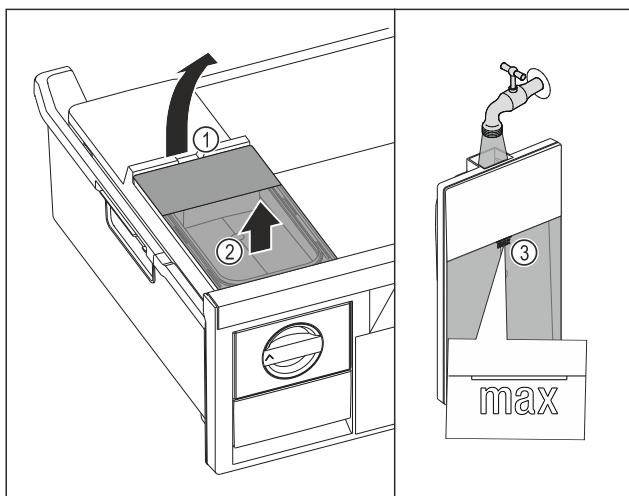

Fig. 129
- Løft vandtanken op til udsparringen Fig. 129 (1).
- Tag vandtanken ud fra oven. Fig. 129 (2)
- Fyld vandtanken med drikkevand op til mærket Fig. 129 (3).